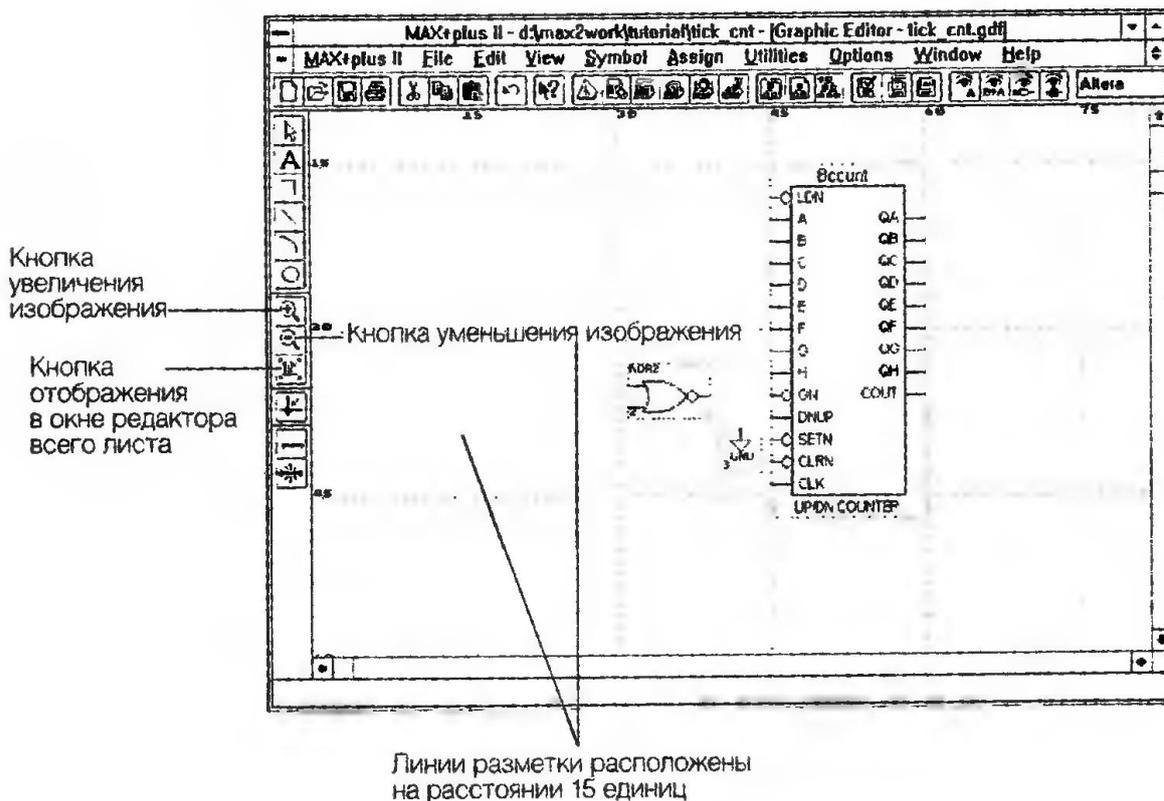

Рис. 2.11
4. Включите **Show Guidelines** (показывать линии разметки) в меню **Options**. Когда эта команда включена, в меню появляется отметка перед названием команды. Линии разметки выглядят так, как показано на рис. 2.11.